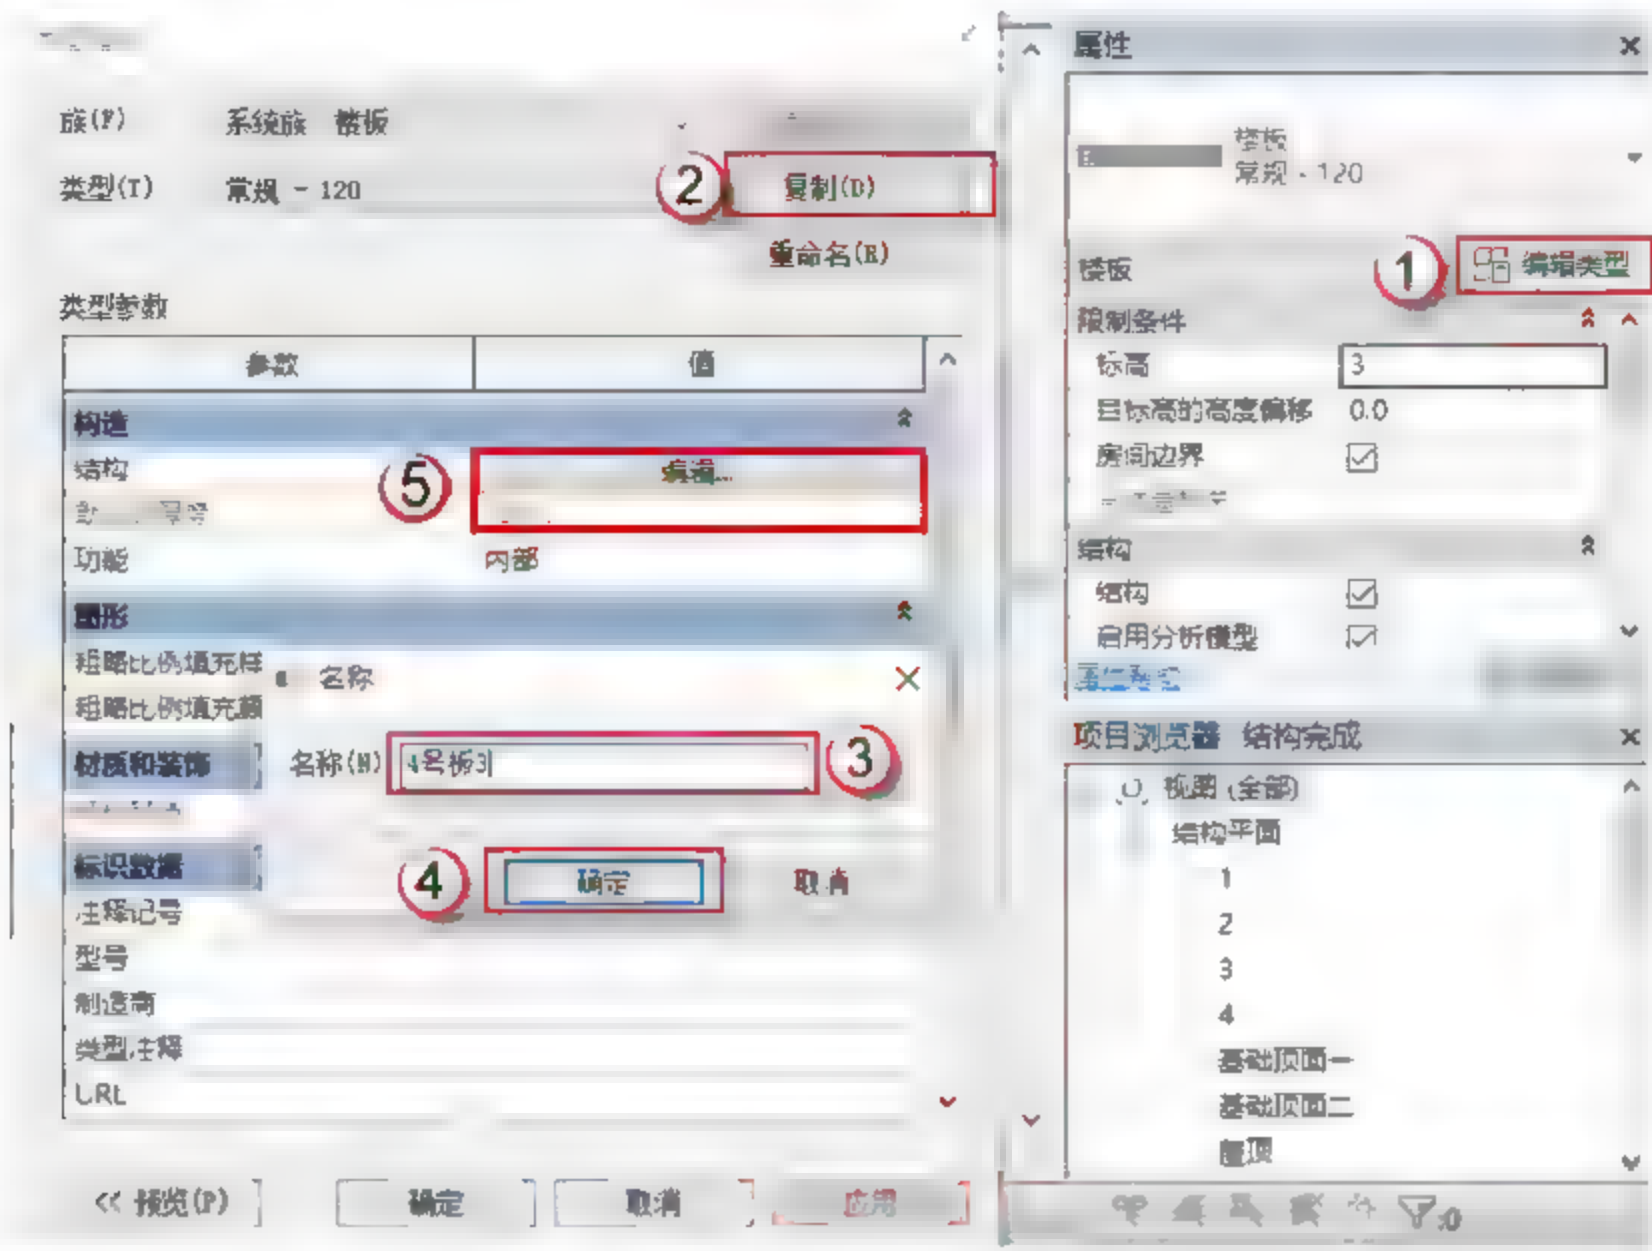

图 4.4.25 修改4号板
(5) 修改4号板,选中4号板,单击“编辑类型”按钮,在弹出的对话框中,单击“复制”按钮,在弹出的对话框中命名为“4号板3”,单击“确定”按钮。单击“编辑”按钮,修改板厚为120,如图4.4.25所示。